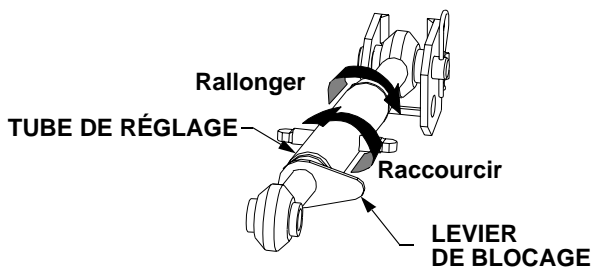

Figure 28
- C'est normalement la conception de chaque équipement qui définit la longueur du bras d'attelage supérieur. Pour ajuster ce bras, desserrez le levier de blocage et tournez le tube de réglage comme indiqué sur la Figure 28. Une fois atteinte la longueur voulue, resserrez le levier de blocage. S'il a été correctement réglé, le bras d'attelage supérieur se retrouvera parallèle ou presque avec les bras d'attelage inférieurs.